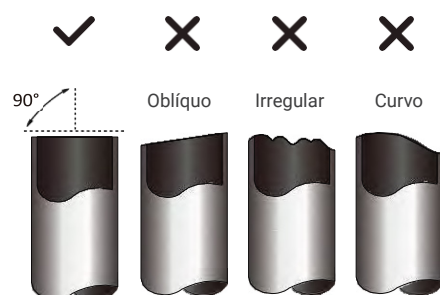

Fig. 5.1
3. Certifique-se de que o tubo é cortado num ângulo perfeito de 90°. Consulte a **Fig. 5.1** para exemplos de cortes incorretos.